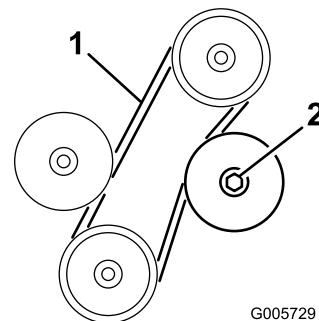

Figura 67
3. La correa debe tener una desviación de 6 mm en el punto intermedio entre las correas al aplicar una fuerza de 22 N (Figura 67). Si la desviación no es correcta, siga con el paso 4. Si es correcta, vaya al paso 5.
4. Afloje la contratuerca que sujetla la polea tensora ajustable (Figura 67). Empuje la polea tensora contra la correa hasta obtener la desviación correcta, luego apriete la contratuerca de la polea tensora (Figura 67).
2. Afloje la contratuerca que fija la polea tensora ajustable, aparte la polea de la correa, y retire la correa de las poleas (Figura 67).
3. Instale la correa nueva y ajuste su tensión. Empuje la polea tensora contra la correa hasta obtener una desviación de 6 mm aplicando una fuerza de 22 Nm en el punto intermedio entre la polea superior y la polea tensora fija. Apriete la contratuerca de la polea tensora para afianzar el ajuste (Figura 67).